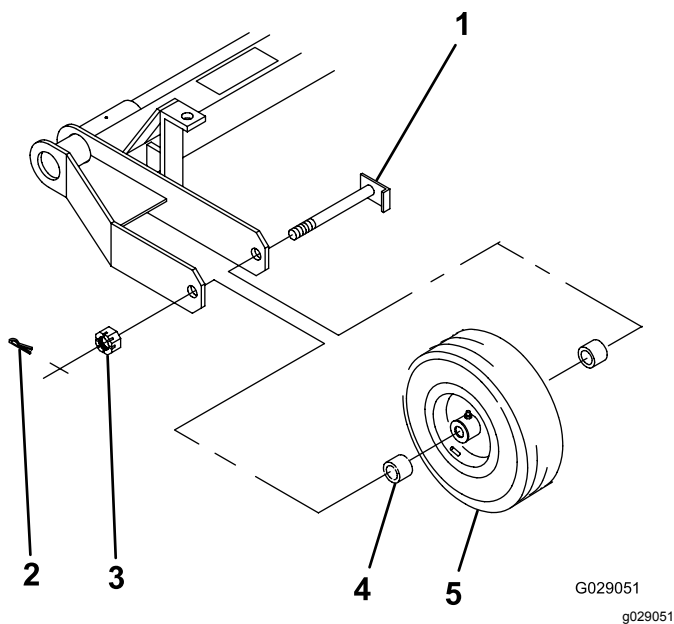

Figure 2
1. Insérez la roue et les 2 douilles d'écartement (1 de chaque côté du moyeu) entre le cadre, comme montré à la Figure 2.
2. Insérez l'arbre de roue dans le cadre, les douilles d'écartement et la roue (Figure 2).